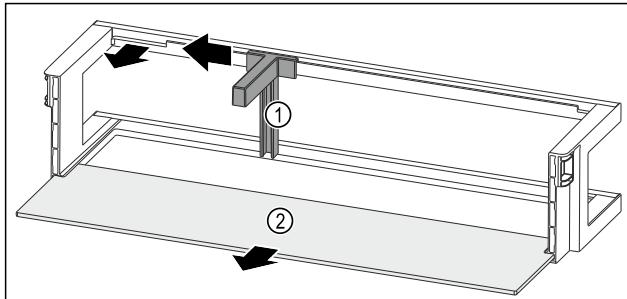

Fig. 49 Лотки на дверцятах із тримачем пляшок і полицею
- Пересуньте тримач пляшок Fig. 49 (1) убік до пазу.
- Вийміть тримач пляшок Fig. 49 (1).
- Дистаньте полицю Fig. 49 (2).